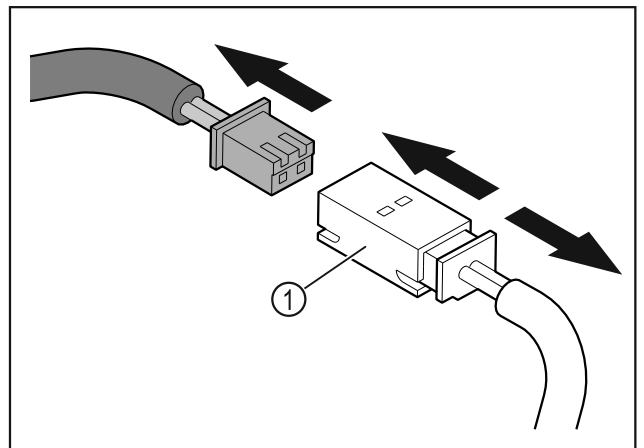

Fig. 10
- Stecker und Steckerkupplung Fig. 10 (1) ausstecken.